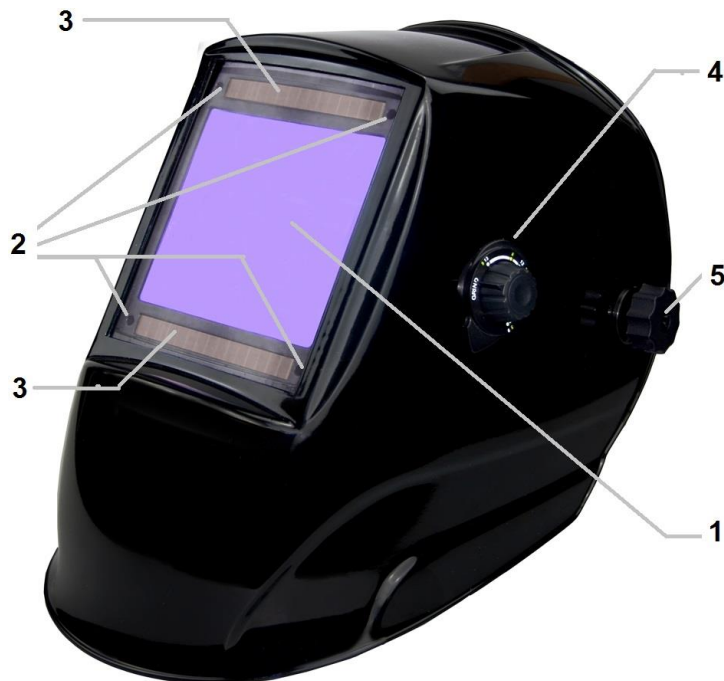

Рис. 1
4.3 Выбор уровня затемнения. Иницируя дугу, светофильтр темнеет мгновенно. В соответствии с техническими требованиями, пользователь может установить уровень затемнения вращением регулятора 4 рис. 1,
Вращая регулятор 7 (рис. 1) на внутренней стороне светофильтра, время, занимаемое для переключения в прозрачное состояние после окончания процесса сварки, может быть установлено больше или меньше (только для моделей PRIMA, ALPHA и BETA). Вращая в сторону MIN: время переключения в прозрачное состояние после сварки уменьшается. Эта установка идеально подходит для сварки серии коротких швов.
4.5 Установка уровня чувствительности (только для моделей PRIMA, ALPHA, BETA). Вращая рукоятку выбора уровня чувствительности 6 (рис. 1) на внутренней стороне светофильтра, можно изменить чувствительность к изменениям внешнего освещения. Переключение на MIN: фоточувствительность датчиков уменьшается. Эта установка идеально подходит для сварки на больших токах и в условиях яркого освещения (искусственного или солнечного света). Переключение на MAX: подходит для сварки на малых токах и/или при условии скудного освещения. Подходит для аргонно-дуговой сварки. Если маска используется в нормальных условиях, установите чувствительность примерно посередине.
4.6. Для маски PRIMA доступна функция выбора диапазона регулирования уровня затемнения. Для выбора диапазона DIN 5-9 переведите переключатель 8 рис.1 влево, для выбора диапазона DIN 9-13 – переведите переключатель вправо. Регулировку уровня затемнения производите регулятором 4, на котором нанесено 2 шкалы. Диапазон DIN 5-9 (более светлый светофильтр) используйте для сварки на малых токах, особенно при аргонно-дуговой сварке.